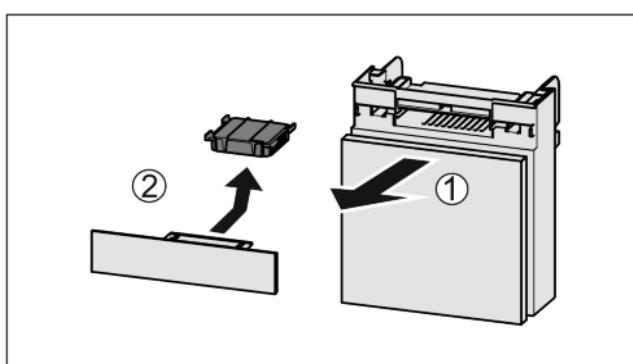

Fig. 41
- Потягніть Fig. 41 (1) відділення вперед.
- Витягнути Fig. 41 (2) фільтр з активованого вугілля.